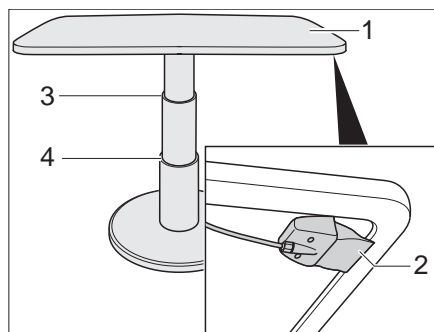

Bild 59 Lyftbord till rund sittgrupp
- Dra upp låsarmen (Bild 59,2) och håll kvar.
- Tryck ner bordsskivan (Bild 59,1) i mitten till önskat stoppläge (Bild 59,3 eller 4).